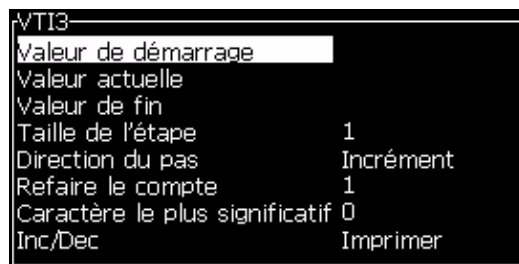

Figure 5-28: Boîte de dialogue *Nouveau compteur*
- 4 Appuyez sur *Entrée* pour ouvrir la boîte de dialogue *Compteur* pour les compteurs (consulter Figure 5-28).
- 5 Réglez les valeurs pour tous les champs dans la boîte de dialogue *Configuration Compteur* (consulter Figure 5-28).